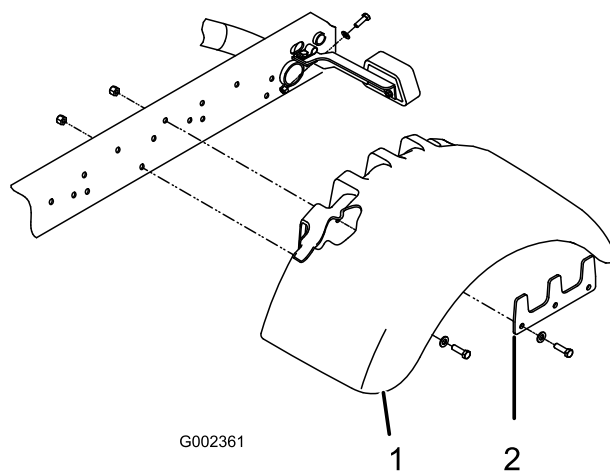

Bild 4
4. Befestigen Sie einen Kotflügel lose mit einer Stützplatte an jeder Seite des Rahmens, (5) 3/8 x 1,25 Zoll langen Schrauben, und Sicherungsmuttern, siehe Bild 4.